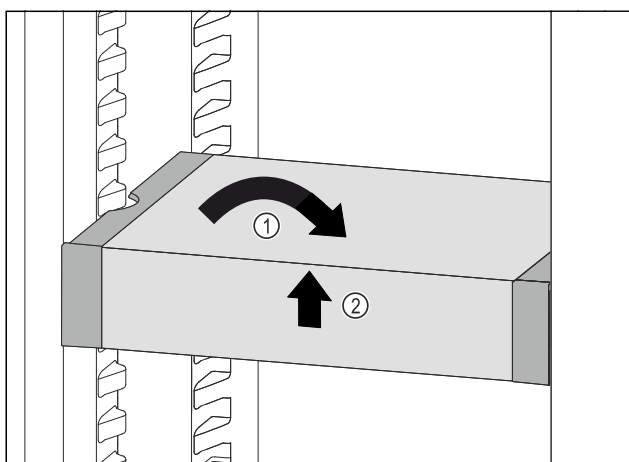

Fig. 124
- Poziționați drept VarioSafe. Fig. 124 (1)
- Ridicați în față VarioSafe. Fig. 124 (2)